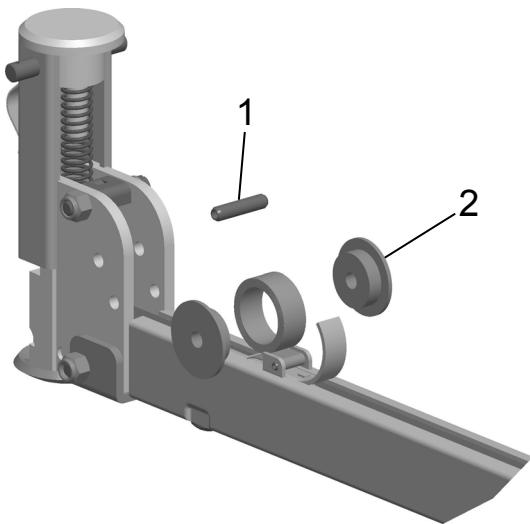

Fig. 17
2. Spannstift (Fig. 17/1) mit Durchschlag Ø 4,9 mm entfernen.